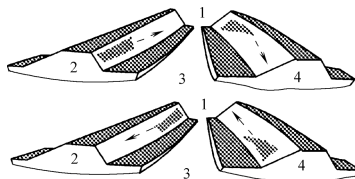

图 3-98 啮合印痕调整示意图
3) 按照图 3-98 所示,通过左右移动差速器轴承两端调整垫片(左右移动从动锥齿轮)和稍微增减主动轴调整垫片(前后移动主动锥齿轮),使齿轮印痕出现在齿面中间部位,并且保持啮合间隙符合要求。